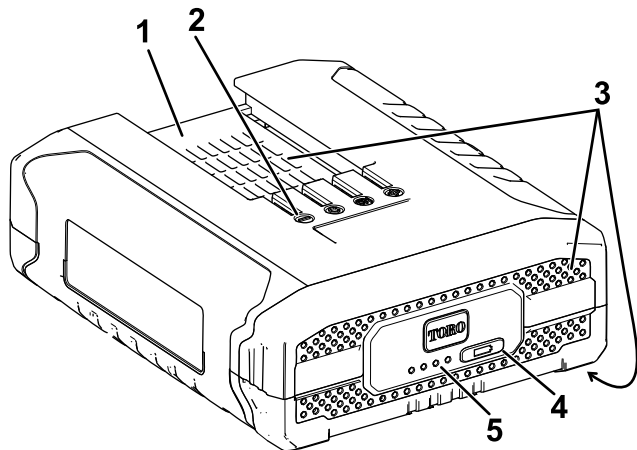

Bild 10
3. Fluchten Sie das Loch im Akkupack (Bild 10) mit der Zunge am Ladegerät aus.